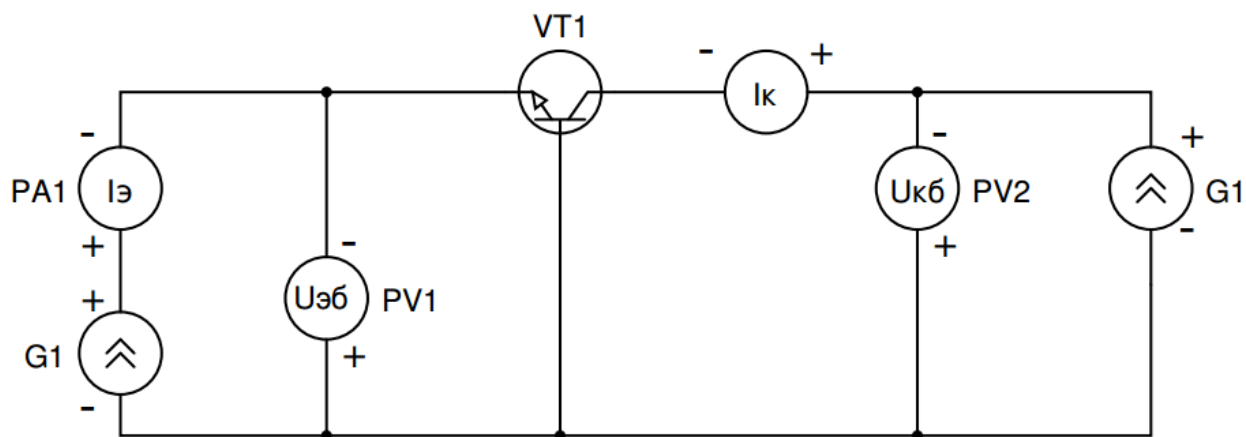

Рисунок 5 – Схема для снятия входной и выходной характеристик транзистора, включенного по схеме с общей базой
**Задание по работе:** Собрать схему (рисунок 5). Снять входных и выходных характеристик транзистора, включенного по схеме с общей базой.
1. Собрать схему для измерения входной и выходной характеристик (рисунок 5) биполярного транзистора типа р–n–р. Для снятия входных характеристик используется следующее: